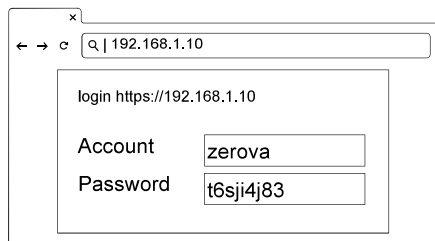

Figura 32. Conectare
- 2) A se vedea Figura 32. Pe pagina de pornire EVSE, conectați-vă cu acreditările care urmează: